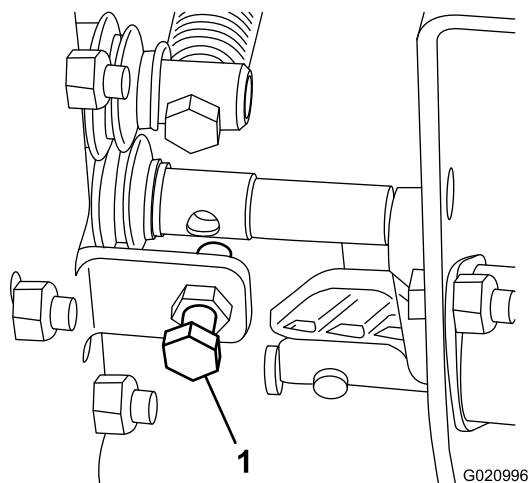

Рисунок 24
- Если скорость подъема машины слишком мала или слишком велика, отрегулируйте болт, показанный на Рисунок 24.